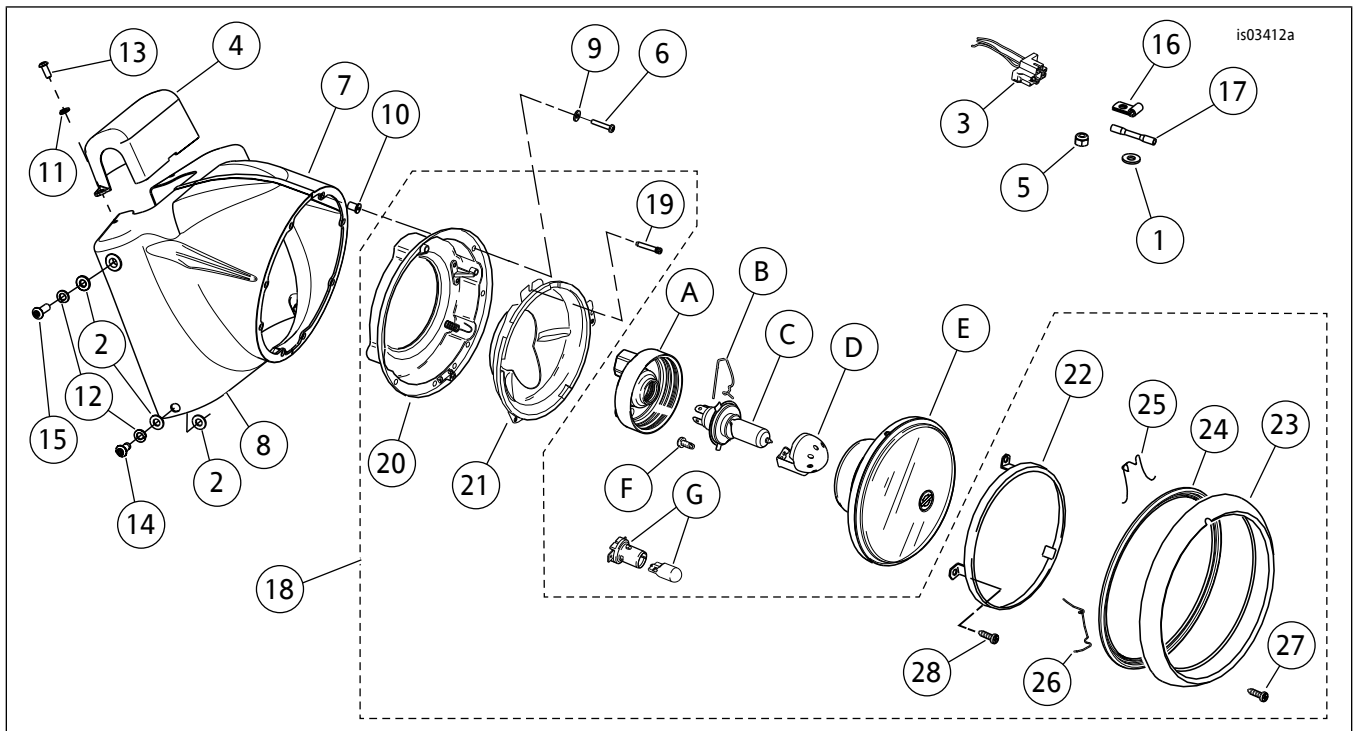

图10。维修零件：Freight Train前灯罩套件
10. 参见图10。将拉铆螺母螺母(10)安装至两个灯罩的孔中。安装右侧灯罩(7)：
14. 参见图10。使用套件中的两个刹车管线固定夹(16)将刹车管线固定至右侧灯罩部分的背面。使用原厂16 mm(5/8 in)长度盖螺丝、6.4 mm(1/4 in)内径平垫圈(1)和锁紧螺母(5)(垫圈安装与螺母下方)将固定夹连接至右侧灯罩部分。
18. 参见图10。将把手罩(4)放置到位，使用16 mm(5/8 in)长度螺丝(13)和锁紧垫圈(11)固定。
4. 参见图10。使用螺丝(27)安装前灯装饰环组件(23-26)。